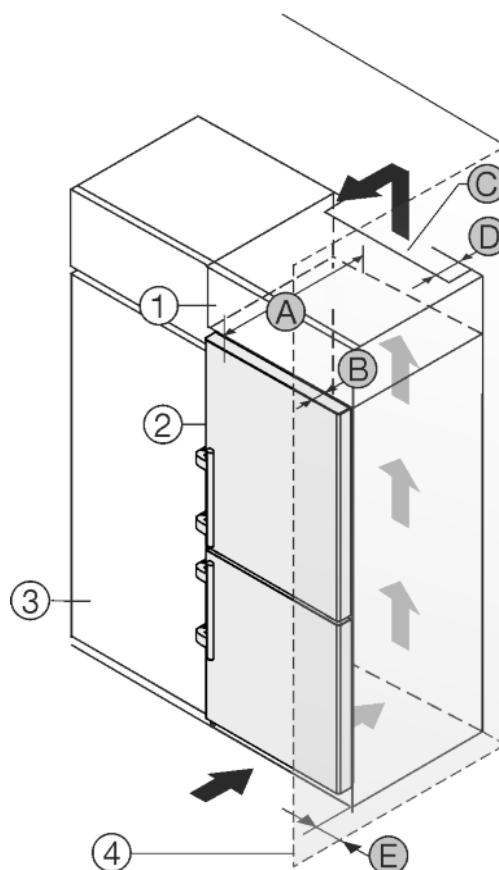

Fig. 51
Уредът може да е обграден с кухненски шкафове. За да изравните височината на уреда Fig. 51 (2) с височината на вградената кухня, над уреда може да се постави шкаф-пристройка Fig. 51 (1).
Уредът да се постави непосредствено до кухненски шкаф Fig. 51 (3). За да могат вратите да се отварят изцяло, уредът трябва да е издаден с дълбочината Fig. 51 (B) спрямо лицето на кухненския шкаф. В зависимост от дълбочината на кухненските шкафове и използването на детайли за отстояние от стената, уредът може да излезе още по-напред.
- От задната страна на шкафа-пристройка трябва да има вентилационен отвор с дълбочина Fig. 51 (D) по цялата ширина на шкафа-пристройка.
- Под тавана на помещението трябва да се спази сечението за вентилация Fig. 51 (C).
Когато уредът се поставя с пантите до стена Fig. 51 (4), трябва да бъде спазено разстоянието Fig. 51 (E) между уреда и стената. Това отговаря на разстоянието, с което дръжките стърчат при отворена врата.